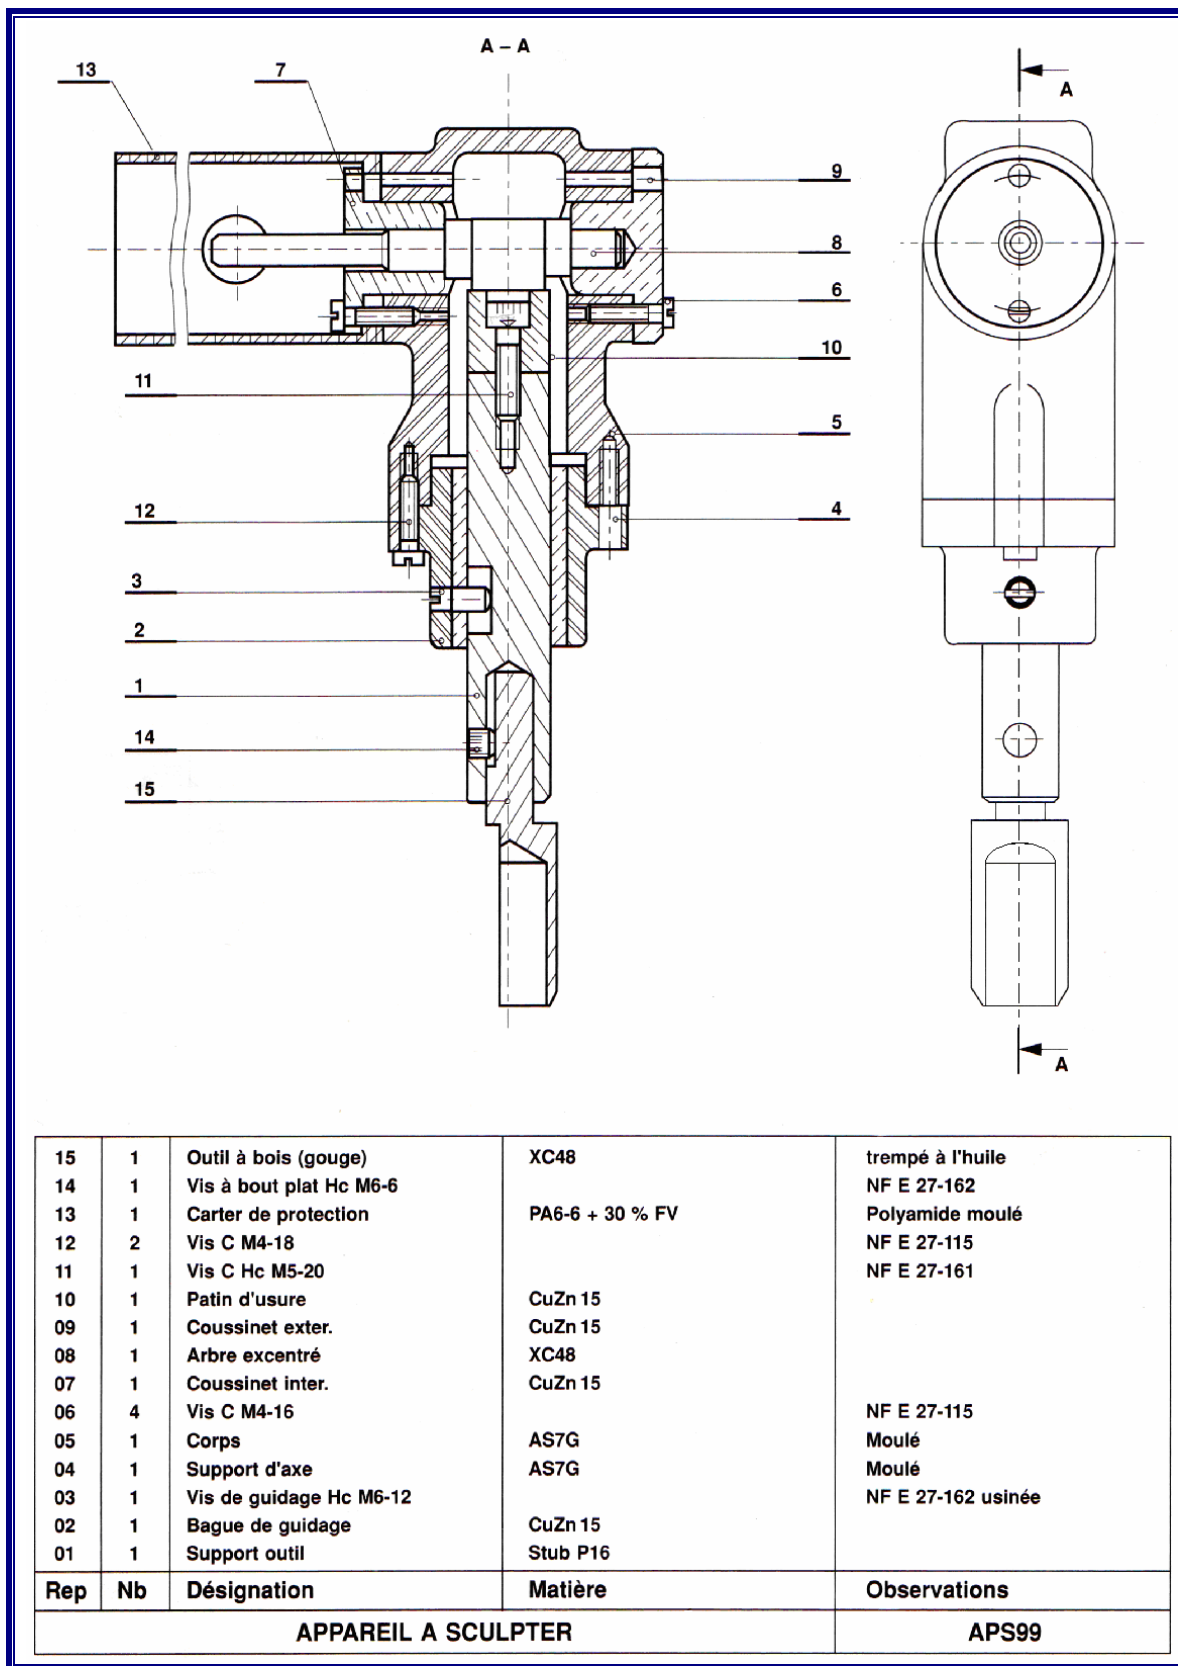

Figure 1. Dessin d'ensemble : appareil a sculpter
1.1 Dessin d'ensemble et nomenclature (fig. 1)